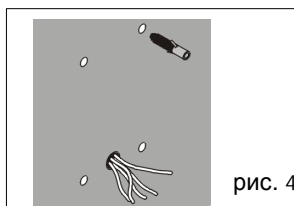

рис. 4
- 4 - Разместите пробки; (рис. 4).